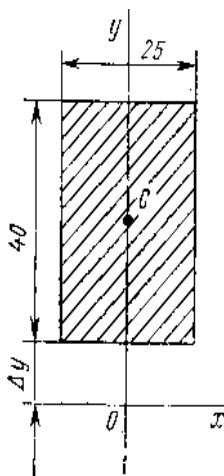

Рис.10
7. Чему равно Δy (рис. 10), если статический момент площади прямоугольного сечения относительно оси x $S_x = 40 \cdot 10^3 \text{ мм}^3$?